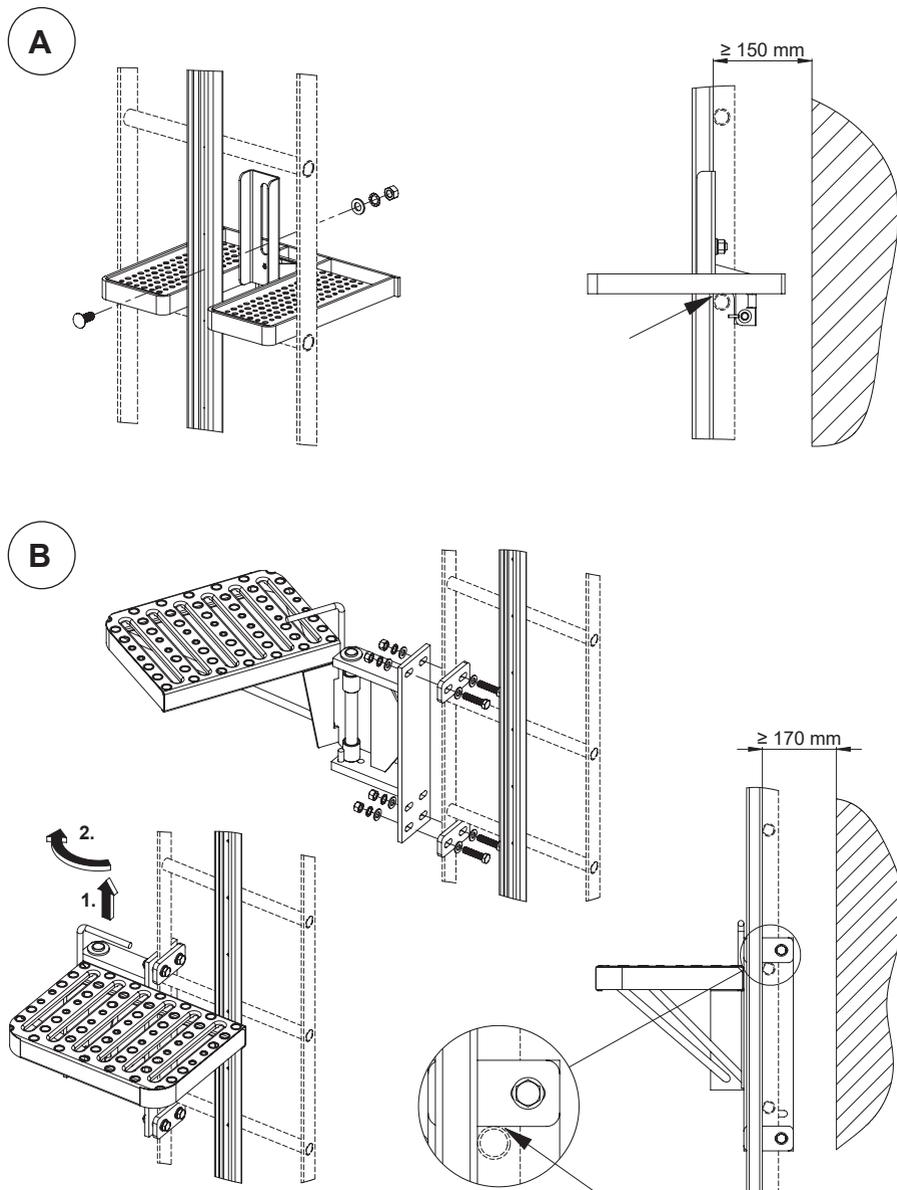

Fig. 2.5 - Descanso plegable (A), descanso (B)
Fig. 2.5 - Tope de riel superior con (A) y sin (B) refuerzo de riel; perforación y armado del refuerzo (A1); dimensiones del espaciador con base en el ancho del escalón (A2).